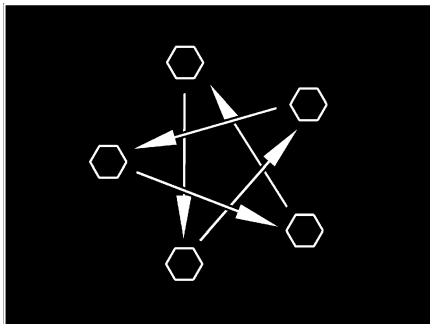

Fig. 185 Serrer en croix les écrous ou les boulons de roue
- Vérifier régulièrement le serrage des écrous ou des boulons de roues. Resserrer alternativement et en croix (Fig. 185) tous les écrous ou les boulons de roue 50 km après le changement d'une roue.
- ▷ Serrer en croix les écrous ou les boulons de roue (Fig. 185).